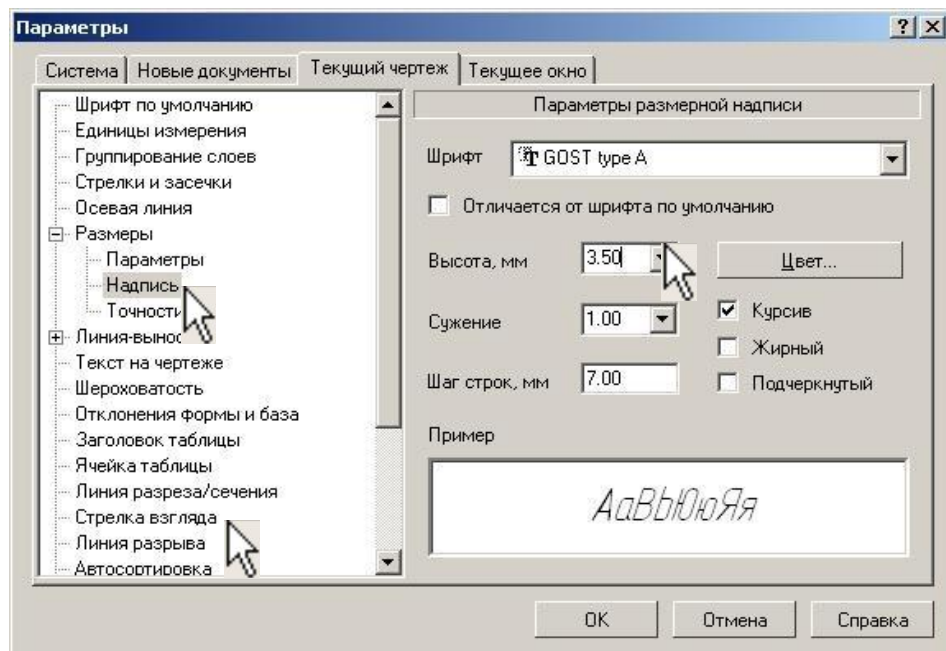

Рис. 24
16. Выполните настройку текущего чертежа. Из меню выберите **Сервис – Параметры – Размеры – Надпись**. Проставьте высоту «3,5», рис. 24. Для Стрелки взгляда проставьте высоту «7», рис. 24